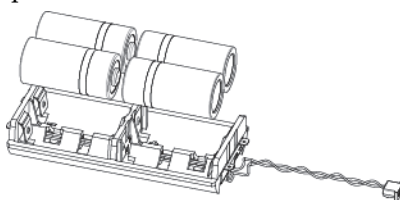

Figura 11
3. Insira as baterias novas, observando a polaridade (*ver Figura 11*).
4. Coloque as baterias novas observando a polaridade (*ver Figura 11*) e feche a tampa do compartimento.